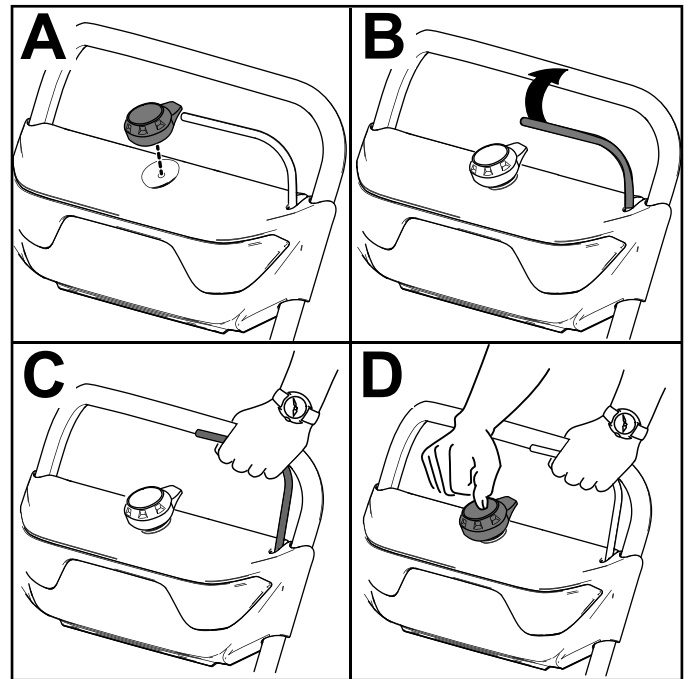

Figura 8
2. Inserte el botón de arranque eléctrico en el arrancador eléctrico (Figura 8, A).
3. Apriete la barra y sujétela contra el manillar (Figura 8, B y C).
4. Pulse el botón de arranque eléctrico hasta que el motor arranque (Figura 8, D).